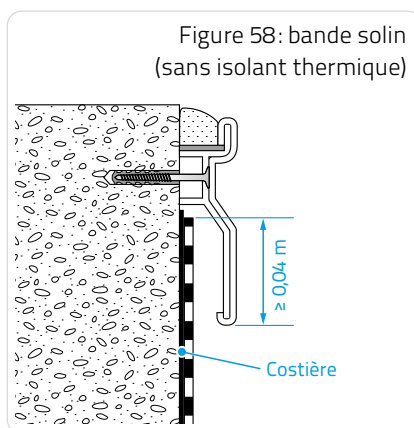

Figure 58: bande solin (sans isolant thermique)
□ Dispositif en tête des relevés (Figures 58, 59, 60 et 61).